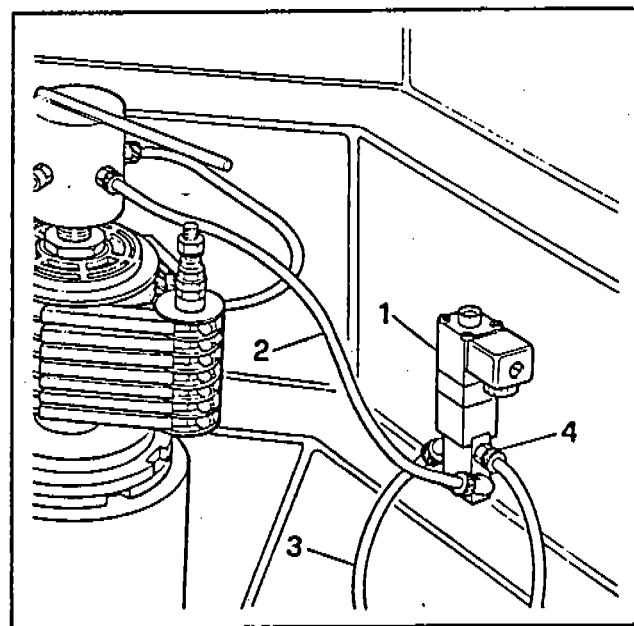

Fig. 6
- a) The corresponding solenoid valve (1 Fig. 6) on the top bowl.
- b) The pipeline (2 Fig. 6) from the air distributor and the solenoid valve and the pipeline (3 Fig. 6) from the solenoid valve to the air cylinder - in case of a broken pipeline, replace it.
- a) L'elettrovalvola corrispondente (1 Fig. 6)
- b) I tubi (2 Fig. 6) di collegamento tra il distributore aria ed elettrovalvola e il tubo (3 Fig. 6) dalla elettrovalvola al cilindro. Se si riscontrano perdite sostituire il tubo rotto.
- a) Check solenoid valve (1 Fig. 6); loosen the descent regulator (4 Fig. 6), operate the solenoid valve thus allowing the outlet air to clean the valve itself. Re-assemble the regulator so that the car comes down at speed required.
- a) Controllare l'elettrovalvola (1 Fig. 6), svitare il regolatore di discesa (4 Fig. 6), azionare l'elettrovalvola in modo che la aria uscendo la pulisca. Rimontare il regolatore in modo che il soggetto scenda alla velocità voluta.